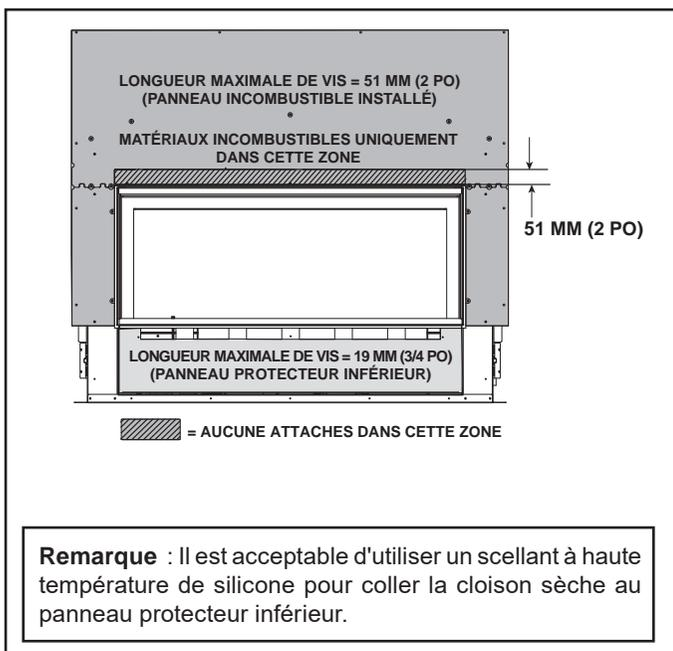

Figure 10.1 Exigences de longueur pour les vis
- Scellez les espaces entre le mur fini et les faces du dessus et des côtés de l'appareil en utilisant un produit d'étanchéité prévu pour une température de 150 °C (300 °F) minimum. Reportez-vous à la figure 10.1.
Lors de la finition du mur entourant le foyer, il est important que le revêtement du mur soit adéquatement fixé. Les attaches de revêtements, comme les vis ou les clous, ne sont pas permises dans certains endroits. Voir la figure 10.1.
Il est acceptable de percer au préalable des trous et d'utiliser des vis autotaraudeuses dans les panneaux incombustibles inclus à la fabrication et pouvant être utilisés au lattage (une pièce d'appui pour la céramique, le marbre, etc.). Les vis installées dans le panneau incombustible installé devraient être de type autotaraudeuse d'une longueur maximale de 2 pouces. Voir la figure 10.1.
En installant le matériau de finition sur le panneau protecteur inférieur, NE PAS percer ou installer de vis plus longues que 3/4 po. De plus longues vis peuvent pénétrer dans le panneau protecteur inférieur causant ainsi des dommages aux composants ou percer la conduite de gaz. Voir la figure 10.1.